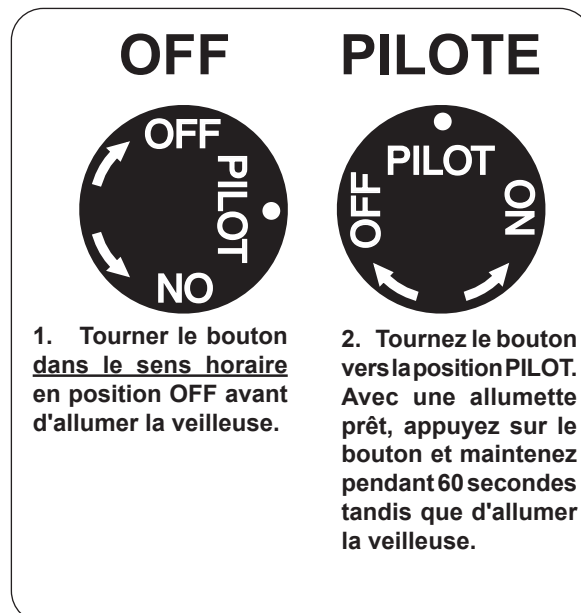

Fig. 28-1 Détail bouton de commande (OFF, PILOTE)
1. Localiser la vanne sur le côté gauche de l'appareil. Appuyer sur le bouton de contrôle du gaz et tourner dans le sens horaire en position **OFF** (Fig. 28-1).
2. Tournez le bouton de réglage dans le sens antihoraire pour **PILOTE** (Fig. 28-1). Appuyez sur le bouton de commande **fermement et pleinement** enfoncée. Tenez une longue allumette ou un briquet près du thermocouple pour allumer la veilleuse. Continuez à tenir le bouton de commande pendant environ 60 secondes après que le pilote est allumé, puis relâchez le bouton. Le pilote reste allumé.